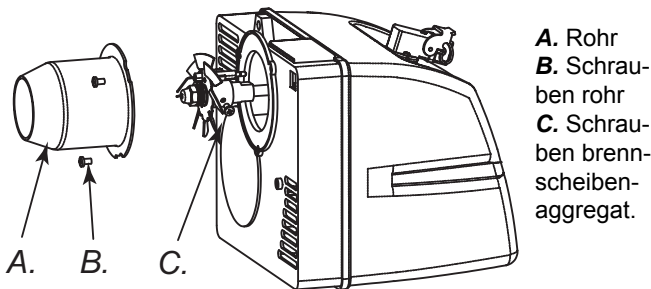
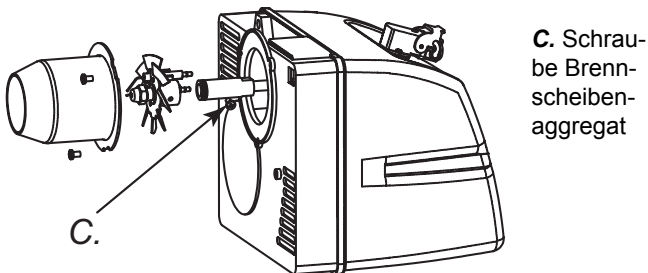

Abbildung 12 - Demontage rohr und brenner XL9.
Abbildung 13 - Demontage des Brennscheibe-Elektroden-aggregats XL9.
- Die drei Schrauben (B Abb.12) lösen, welche das Brennerrohr (A Abb.12) festhalten
- Die Schraube (C Abb. 12) lösen, welche das Brennscheiben-Elektroden-Aggregat festhält und sie vom Düsenträgerrohr (Abb. 13) abziehen